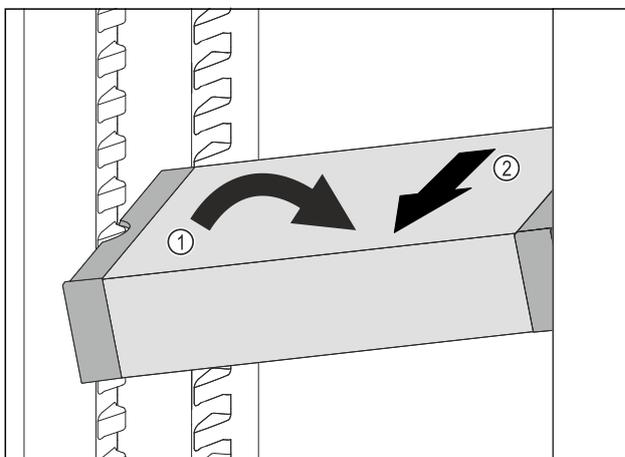

Fig. 106
- ▶ Poziționați oblic VarioSafe în frigider. Fig. 106 (1)
- ▶ Extrageți VarioSafe spre înainte. Fig. 106 (2)